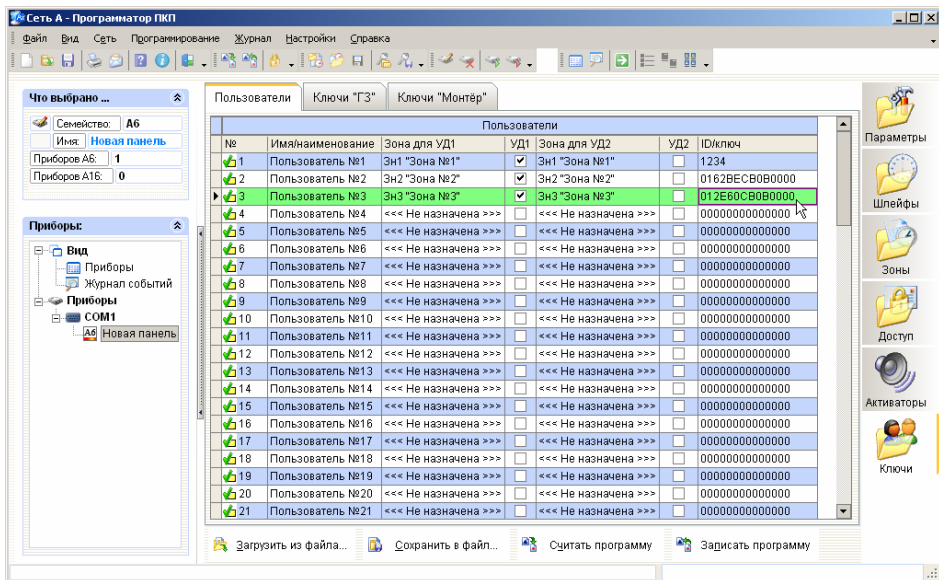

Рисунок 18
2.5.19 Открыть раздел «Ключи» (рисунок 18) и запрограммировать ключ первого пользователя. Для этого: